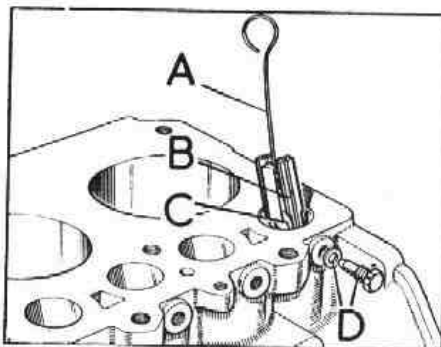

Fig. A1-77 Desmontaje de empujadores y rodillos
- 1.2. Quitar el alambre de freno de los tornillos, D (Fig. A1-77).
- 1.3. Extraer los tornillos y arandelas, D (Fig. A1-77), los cuales fijan las guías de los empujadores al bloque.
- 1.4. Con un alambre, A (Fig. A1-77), con la punta en forma de gancho, retirar los empujadores, B, y los rodillos, C.
- 2.5. Apretar los tornillos de fijación, D (Fig. A1-77) de las guías definitivamente y asegurar dichos tornillos, cosidiéndolos con alambre por parejas.